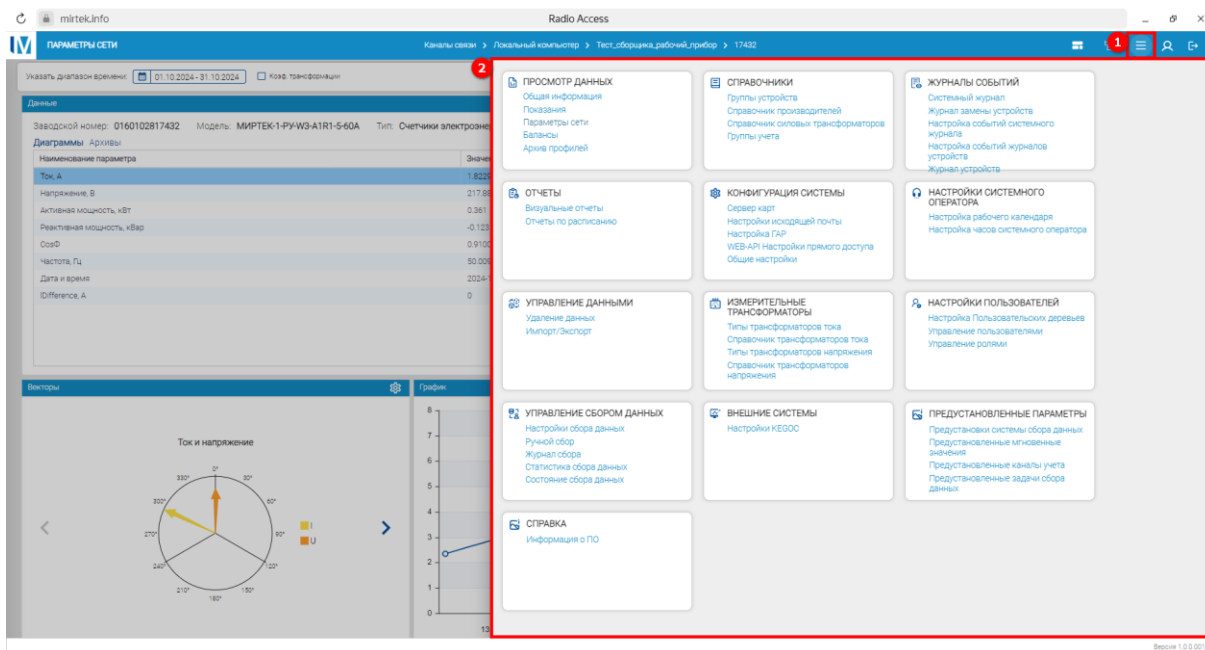

Рисунок 28 – Отображение основного меню ПО
Нажимая кнопку  (1) (см. рисунок 28) будет отображено меню **RadioAccess 4** (2).